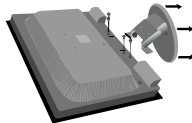

Figura R.2
3. Retire los 4 tornillos que unen el monitor al soporte y retire el soporte como se indica (figura R.2). El monitor ya está preparado para montarlo de otro modo.